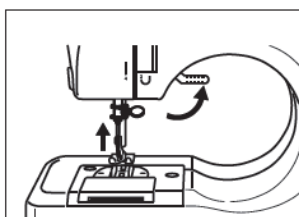

Fig.7
2. Podignite polugu stopice i stavite tkaninu pod stopicu (Fig. 7).